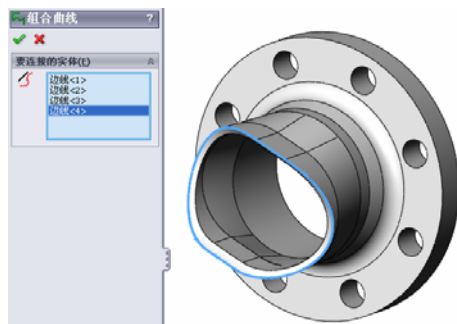

图 7-38 “组合曲线”属性管理器
- ① 单击曲线工具栏上的组合曲线按钮 , 或选择“插入”→“曲线”→“组合曲线”命令。
- ② 在图形区域中选择要组合的曲线、直线或模型边线(这些线段必须连续), 则所选项目在“组合曲线”属性管理器中的“要连接的实体”栏中的显示框中显示出来, 如图 7-38 所示。